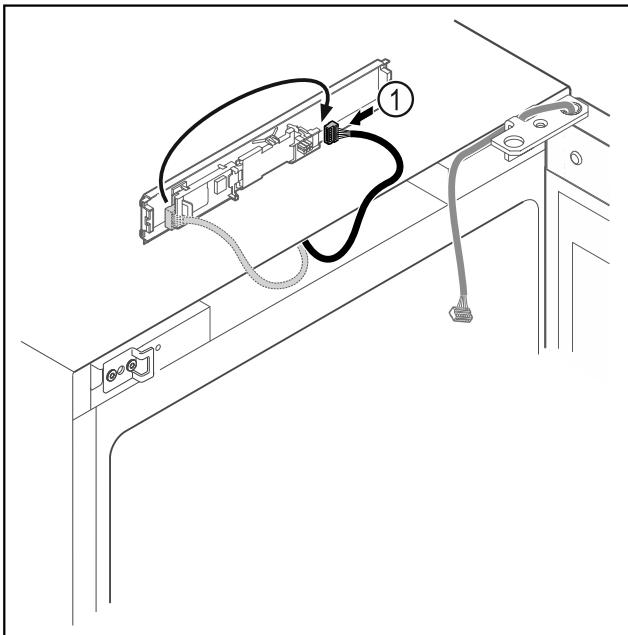

Fig. 19
► Vėl įkiškite kištuką į plokštę Fig. 19 (1).